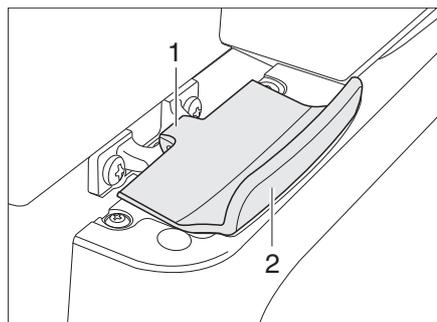

Bild 147 Verriegelung der Kühlschranktür, geschlossen (Thetford)
- Kühlschranktür am Griff (Bild 147,2) öffnen. Die Verriegelung (Bild 147,1) wird automatisch gelöst.